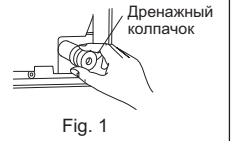

Fig. 1
- 1) Положите вместе трубопровод хладагента и дренажный шланг и плотно оберните войлочной лентой (4) с концов. При обмотке перехлест войлочной ленты (4) должен составлять 1/3 ее ширины. Зафиксируйте конец войлочной ленты (4) бандажной стяжкой.
- 2) Потянув на себя, снимите дренажный колпачок, расположенный в правой задней части внутреннего прибора. (Fig. 1)